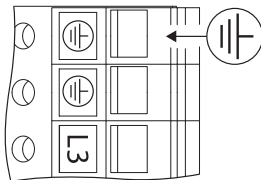

Fig. 27: Ekstra jordforbindelse
- På grund af den forøgede afledningsstrøm ved motorer fra 11 kW skal der iht. EN 61800-5-1:2008-04 tilsluttes en forstærket jordforbindelse (se Fig. 27).